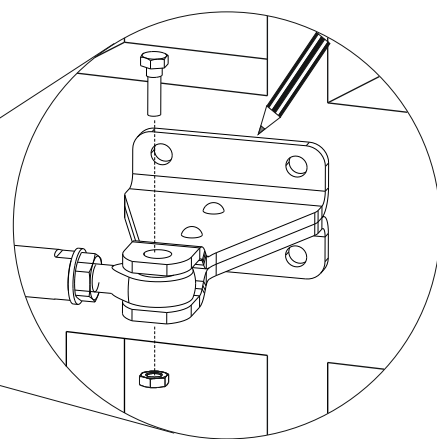

Fig. 16
- 3) Fixer l'étrier sur la fixation antérieure (Fig. 16).